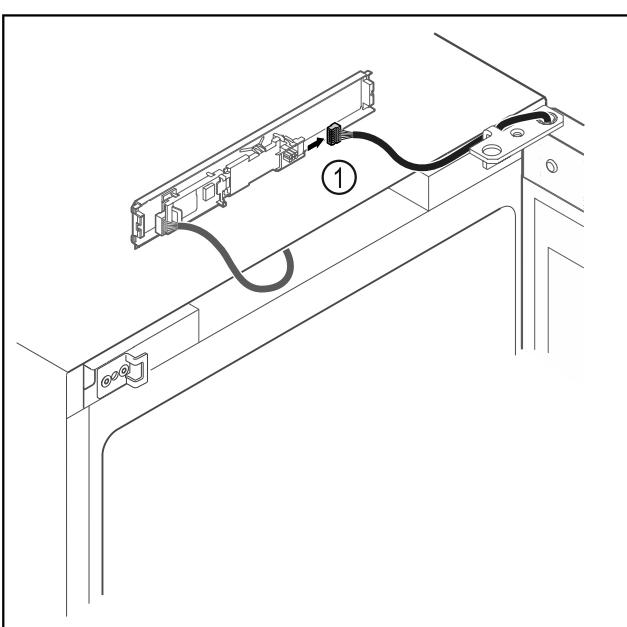

Fig. 8
► Stecker *Fig. 8 (1)* von Platine abstecken.